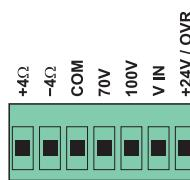

Fig. 4.9.1
Le uscite di potenza per i diffusori sono disponibili sulla morsettiera **OUTPUT** (13) - vedi Fig. 4.9.1.